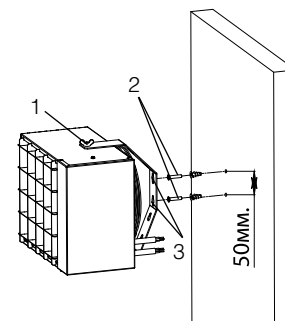

Рис.5 – Монтаж прибора на стену
- 2) Подвесить прибор (1) совместив шляпки дюбель-гвоздей (2) (не входят в комплект поставки) с проходными отверстиями на кронштейне подвеса (3) (Рис. 5)